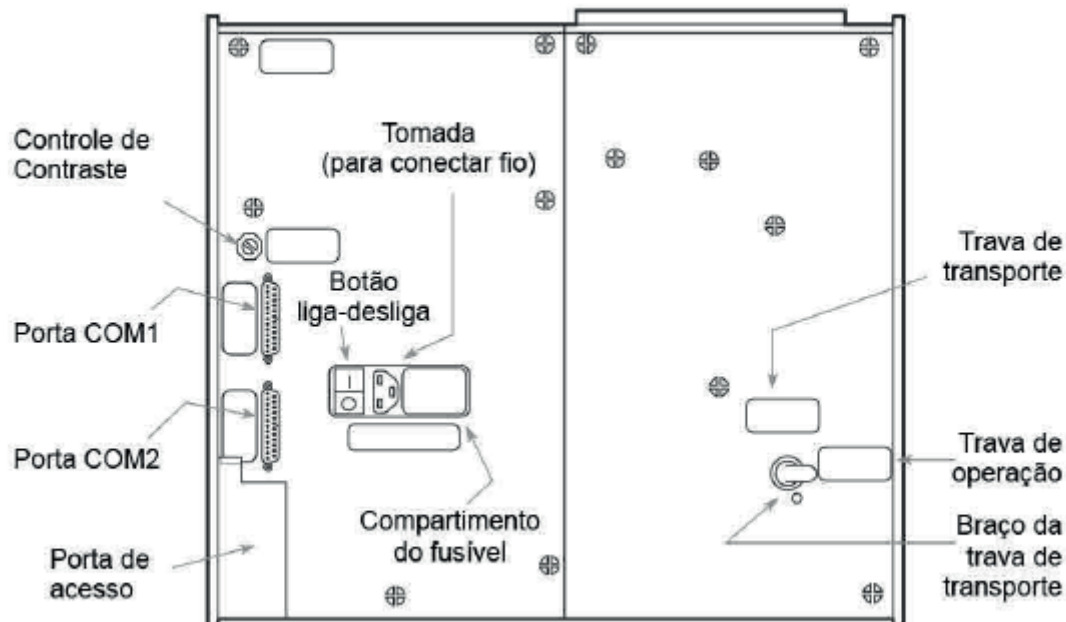

Figura 4. Visão Posterior do GAC 2100
O GAC 2100 é embarcado sempre com a trava de transporte acionada para evitar que a célula de teste sofra qualquer movimentação brusca, o que poderia promover uma descalibração da balança. Para assegurar que a trava de transporte esteja acionada durante todo o percurso, a mesma é fixada por uma peça branca de plástico que **DEVE** ser guardada para futuros transportes. Antes de ligar o seu GAC 2100, na parte posterior do mesmo, retire a peça branca de plástico e destrave a trava de transporte colocando-a na posição de operação (Veja Figura 4).
Certifique-se de que o botão Liga/Desliga esteja na posição OFF (O) e que a trava de transporte esteja na posição de operação. Conecte o cabo de força no local adequado na parte posterior do aparelho (Veja Figura 4) a uma tomada aterrada de três pontos.
ATENÇÃO: Antes de iniciar o procedimento a seguir, assegure-se de que o aparelho encontra-se desligado com o botão Liga/Desliga em OFF (O) e de que a trava de transporte esteja na posição OPERAÇÃO. Ambos localizam-se na parte traseira do aparelho (Veja a Figura 4).
O controle do contraste do visor está na parte posterior do aparelho (Veja Figura 4) imediatamente abaixo das portas COM1 e COM2. Uma chave de fenda comum pode ser necessária para girar o parafuso que ajusta o contraste entre os caracteres e o fundo do visor. Ajuste-o de forma que as condições externas de iluminação não interfiram na visualização dos caracteres.